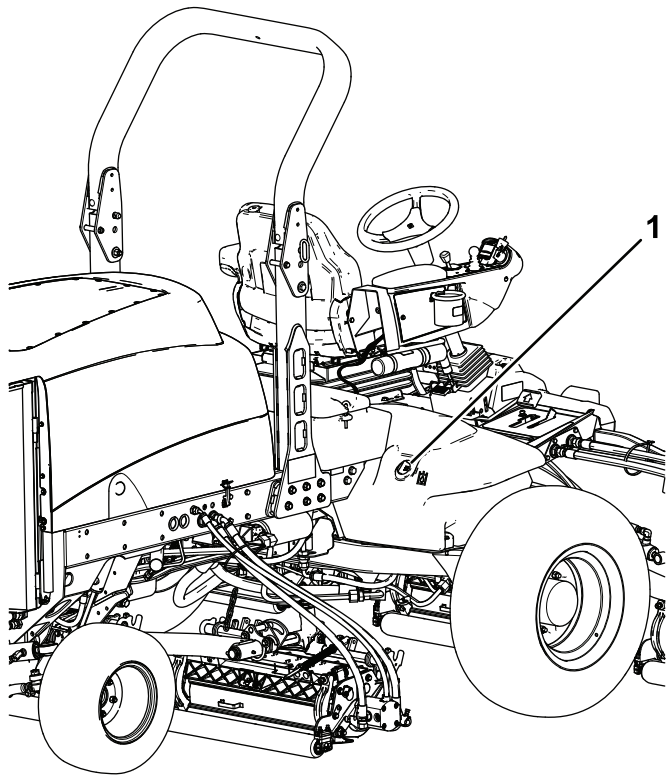

Figura 37
2. Limpie la zona alrededor del cuello de llenado y el tapón del depósito hidráulico (Figura 37).